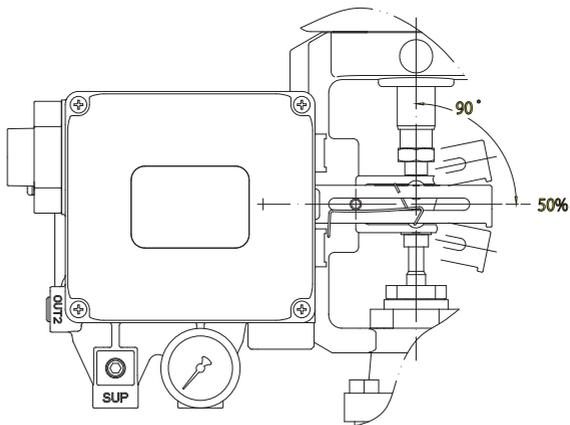

Fig. 9 - Levier de commande et tige de vanne
4. Connecter l'alimentation en air à l'actionneur pour positionner la vanne à mi-course, voir Fig. 9.